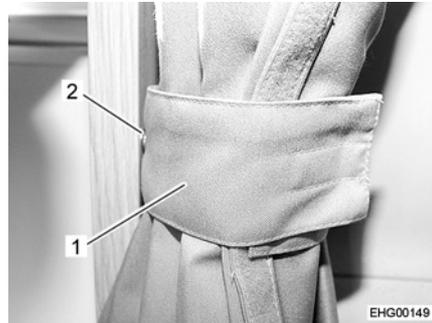

Fig. 4 Cortina oscurecedora, retenida
- Retener ambas mitades de la cortina oscurecedora con el lazo (Fig. 4,1) el botón de presión (Fig. 4,2).